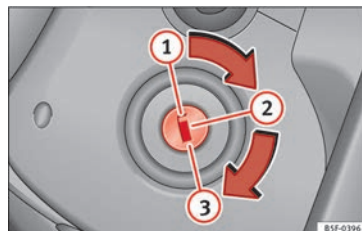

Fig. 145 Posiciones de la llave del vehículo.
- Gire la llave hasta la posición ① » » » **fig. 145.**
- Extraiga la llave de encendido en la posición ① » » » **fig. 145** » » » .